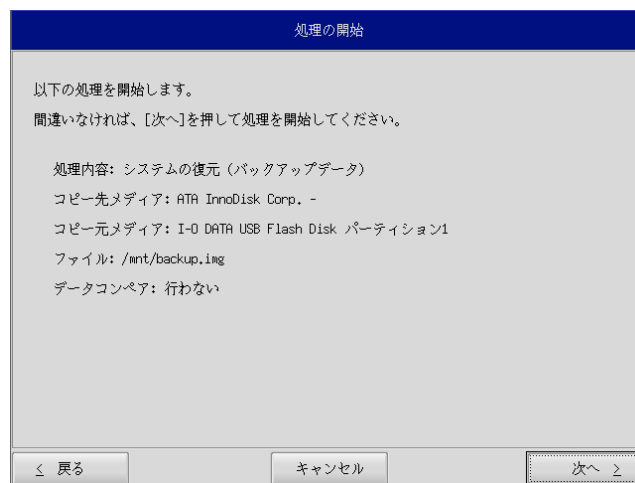

図 5-3-6. 確認画面
- ⑪ 確認画面（図 5-3-6）が表示されます。メディア、パーティション、保存ファイルを確認します。[次へ] ボタンを押します。